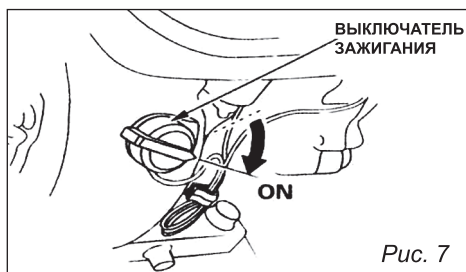

Рис. 7
4. Переведите выключатель зажигания в положение включено **ON** (рис. 7).